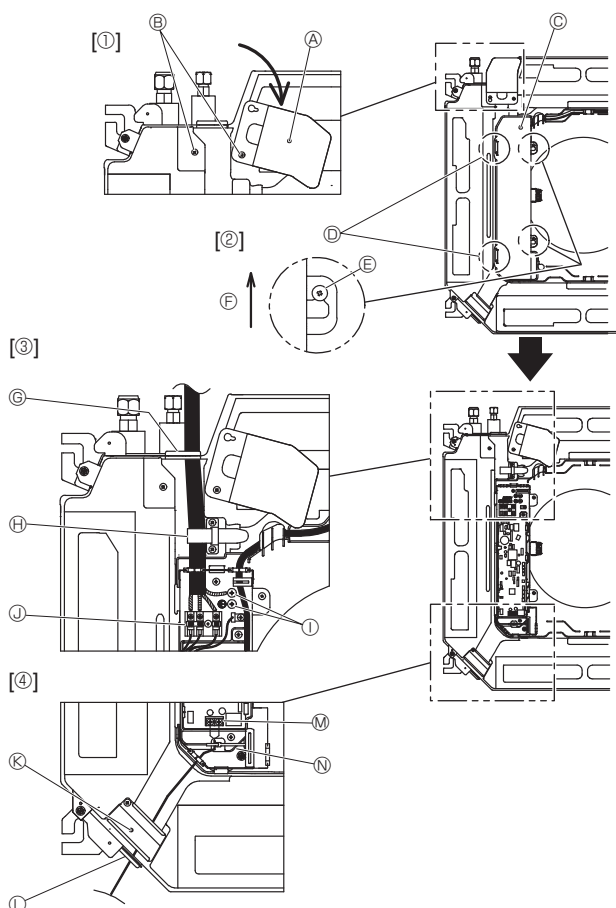
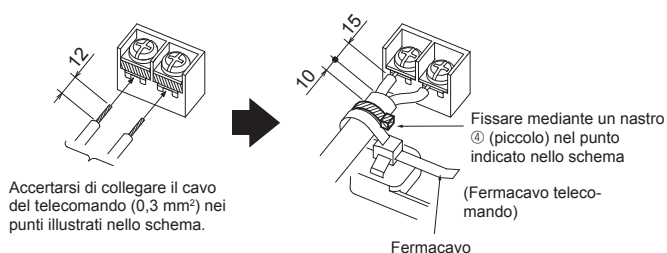

Fig. 6-1
Fig. 6-3
6.1. Sezione interna (Fig. 6-1)
1. Allentare le 2 viti che assicurano il pannello di servizio dei cablaggi elettrici, quindi ruotare il pannello. [Fig. 6-1 ①]
2. Allentare le 2 viti che assicurano il coperchio della scatola elettrica, quindi far scorrere il coperchio. [Fig. 6-1 ②]
3. Far passare il cavo di alimentazione, il cavo di connessione dell'unità interna/esterna e il cavo della messa a terra attraverso gli ingressi indicati nello schema. [Fig. 6-1 ③]
Se non è possibile usare terminali a crimpare rotondi, seguire la procedura riportata nelle Fig. 6-3~6-6.
4. Far passare e collegare il cavo di controllo remoto attraverso gli ingressi indicati nello schema. [Fig. 6-1 ④, Fig. 6-3]